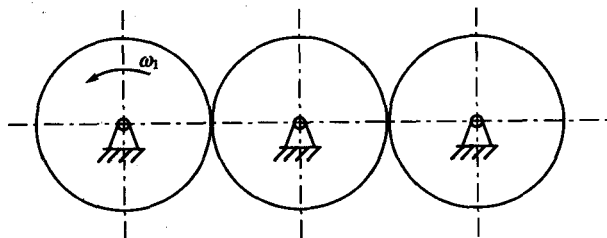

图 1-2-1 题 2A05 图 (一)
- ① 转动心轴, 外径上的弯曲应力  $r$  为\_\_\_\_\_;
- ② 推力球轴承滚动体上一点的接触应力,  $r$  为\_\_\_\_\_。
(7) 某齿轮传动装置如图 1-2-1 所示, 轮 1 为主动轮, 则轮 2 的齿面接触应力按\_\_\_\_\_变化。
(8) 图 1-2-1 所示的齿轮传动装置, 轮 1 为主轮, 当轮 1 做双向回转时, 则轮 1 的齿面接触应力按\_\_\_\_变化。